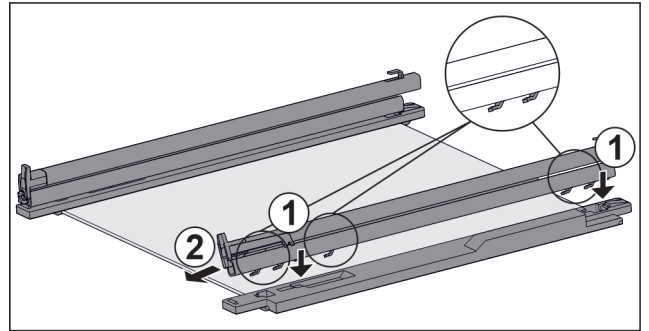

Fig. 125 Sklenená doska s kolajničkami a prídržnými dielmi
- Nasadíte háky kolajničky na otvory **ľavého** prídržného dielu. Fig. 125 (1)
- Potiahnite kolajničku dopredu. Fig. 125 (2)
- Nasadíte háky kolajničky na otvory **pravého** prídržného dielu. Fig. 125 (1)